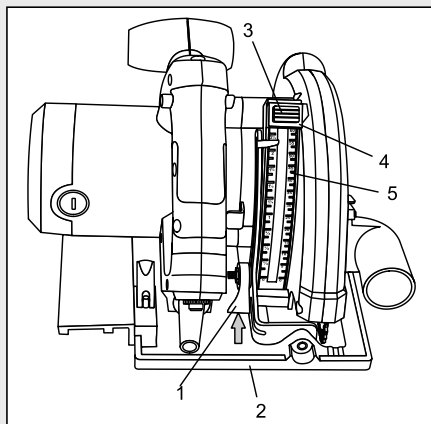
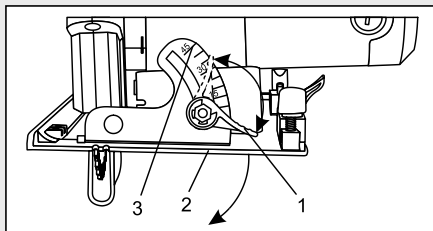

Fig. 7
Fig. 8
1. Soulevez le levier de blocage du système de réglage de la profondeur de coupe (1) pour relâcher le socle à ressort (2) (Fig. 7).
2. Appuyez sur le bouton d'arrêt du système de réglage de la profondeur de coupe (3) et glissez le bouton d'arrêt (4) au réglage de la profondeur approprié (5).
1. Desserrez le dispositif de réglage de biseau en soulevant le levier de réglage de la fausse équerre (1) (Fig. 8).
2. Tournez la semelle (2) à l'angle désiré, selon les repères sur la fausse équerre (3).
2. Réglez la butée de profondeur de coupe (Fig. 7) et l'angle de coupe en biseau à 0° (Fig. 8). Ne verrouillez PAS le levier de blocage de la butée de profondeur.